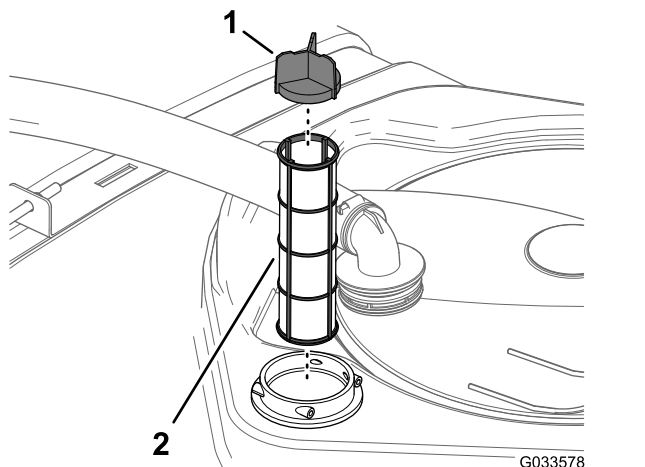

Figura 146
4. Retire el filtro de aspiración usado del alojamiento del filtro del depósito (Figura 146).